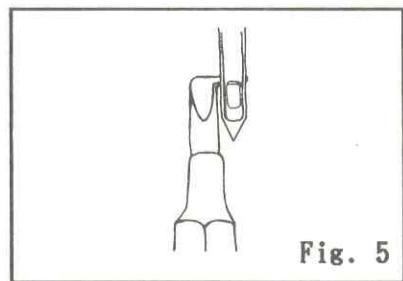

Fig. 5
3. Adjusting the height of needle, please see Fig.5. When the needle and looper (A300) meet together, the distance between the tip of looper and the needle can not exceed over 0.4 mm. At the same time, the bottom edge of the looper's tip just passes over the needle hole.
3. Ajuste el cable de la aguja, ver Fig 5. Cuando la aguja y el garfio (A300) se encuentren juntos la distancia entre la punta del garfio y la aguja no debe exceder de 0.4 mm.
3. Ajuste a altura conforme Fig.5. Quando a agulha e o looper (A300) se encontrarem, a distância entre a ponta do looper e a agulha não pode ser maior do que 0.4 mm. Nesta posição a ponta do looper estará passando exatamente por cima do buraco da agulha.